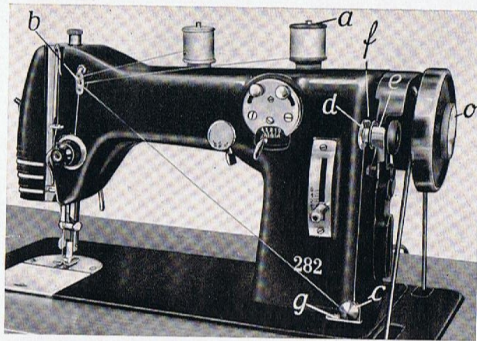

Abbildung 5
9. Aufspulen des Unterfadens (Abb. 5)